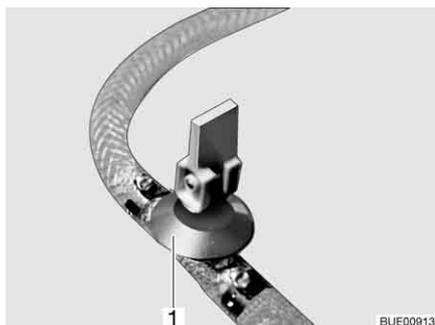
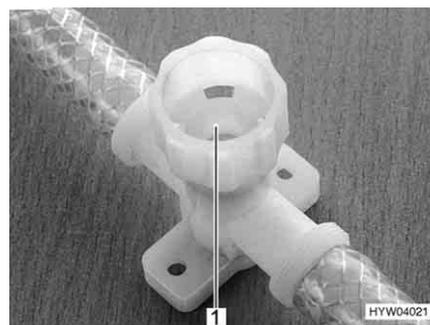

Fig. 244 Llave de desagüe (con balancín)
Fig. 245 Llave de desagüe (con tapa giratoria)
- Abrir todas las llaves de desagüe. Para esto, poner el balancín de la llave de desagüe (Fig. 244,1) en posición vertical o girar la tapa de la llave de desagüe (Fig. 245,1) en sentido contrario a las agujas del reloj.